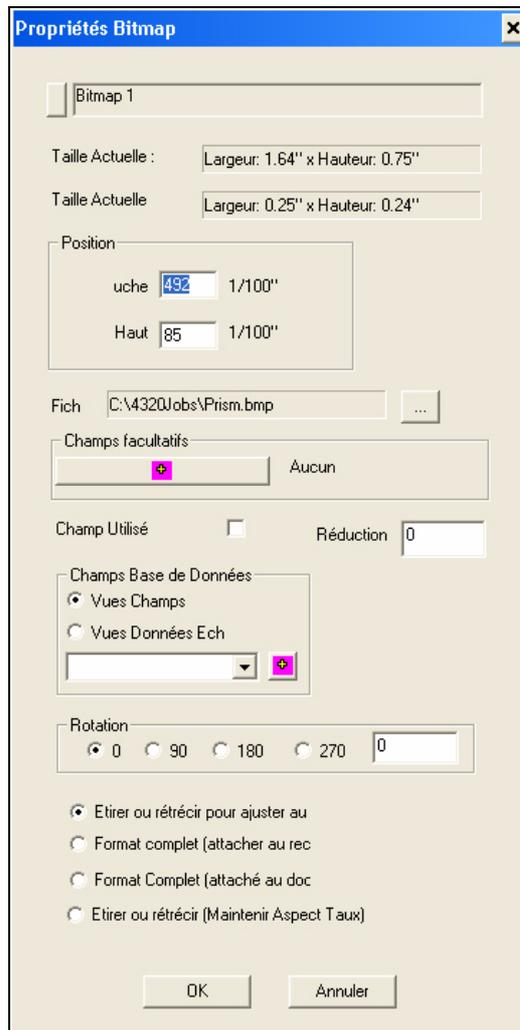

Figure 4-19: Propriétés Bitmap
- 5 Cliquer sur le bouton *Ouvrir* et l'écran *Propriétés Bitmap* apparaît (voir Figure 4-19 page 4-15).